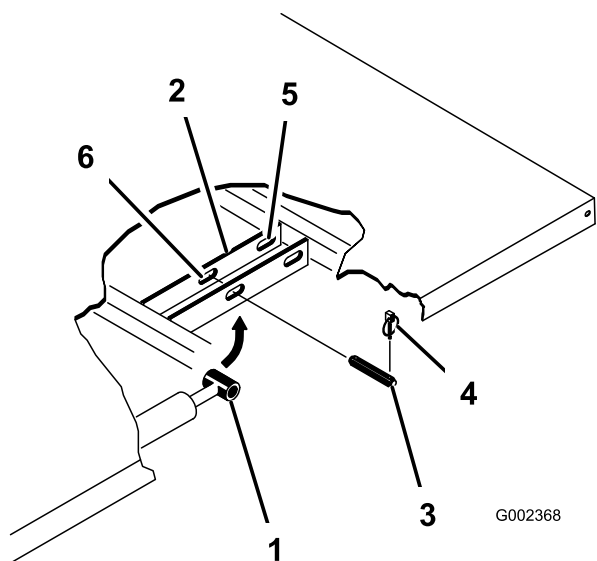

図3
4. シリンダの外側端部からリンチピンを外す(図3)。
5. シリンダロッドの端部を荷台取り付けプレートに固定しているクレビスピンを、車両の中心線側に押し外す(図3)。